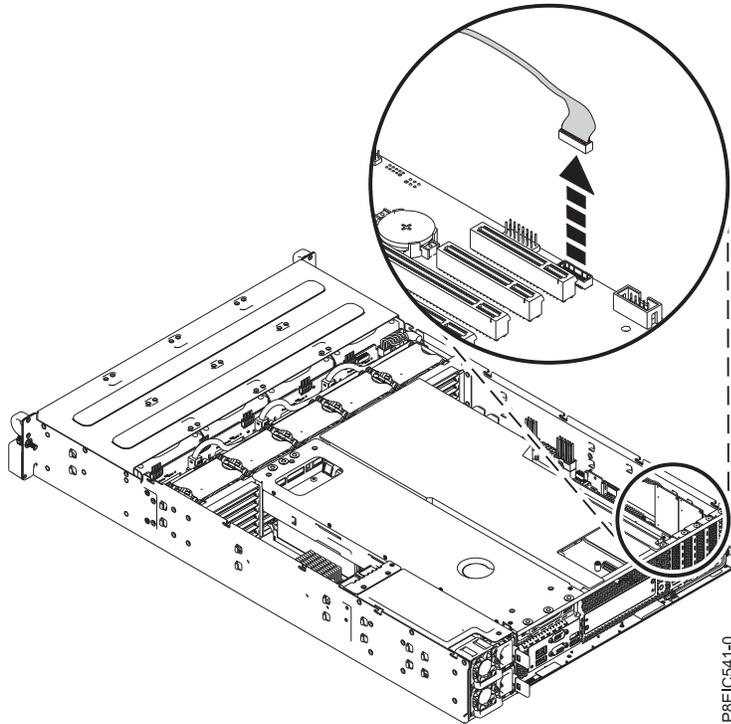

Figure 107. Déconnexion du cordon d'interface USB avant
2. Retirez le cordon d'interface USB avant du fond de panier système, comme illustré dans la figure 107, à la page 99.